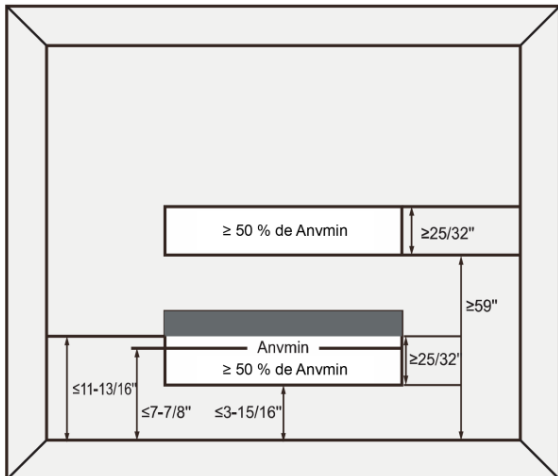

Figure 2.6 Conditions d'ouverture pour les pièces connectées
- La surface des pièces connectées situées au même étage, reliées par des ouvertures permanentes dans les murs et/ou portes entre espaces occupés, y compris les espaces entre le mur et le sol, peut être considérée comme une seule pièce pour vérifier Amin si toutes les conditions suivantes sont remplies (voir Figure 2.6) :
- ① L'ouverture ne doit pas être inférieure à Anvmin indiqué dans le tableau 2.5.
- ② Les ouvertures situées à plus de 11-13/16 pouces du sol ne doivent pas être prises en compte pour Anvmin.
- ③ Au moins 50 % de la surface de l'ouverture Anvmin doit se situer à moins de 7-7/8 pouces du sol.
- ④ La partie inférieure de l'ouverture ne doit pas être à plus de 3-15/16 pouces du sol.
- ⑤ L'ouverture doit être une ouverture permanente ne pouvant être fermée.
- ⑥ Pour les ouvertures s'étendant jusqu'au sol, la hauteur doit être d'au moins 25/32 pouces au-dessus du revêtement de sol.
- ① L'ouverture ne doit pas être inférieure à 50 % de Anvmin du tableau 2.3.
- ② L'ouverture doit être permanente et ne doit pas pouvoir être fermée.